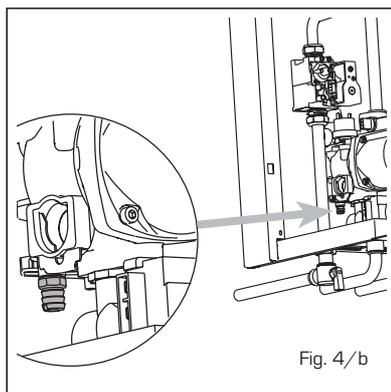

Fig. 4/b
2.5.1 Vaciado de la instalación (fig. 4/b)
Para vaciar la instalación apague la caldera y accionar con una tecla de 13 la conveniente descarga de algunas vueltas (fig. 4/b).